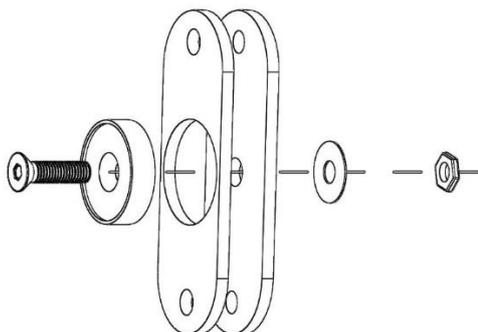

Fig. 3
3. Assembler les poignées magnétiques à l'aide des cales magnétiques (PM) comme sur la figure 3, à l'aide de 4 boulons M4 (ŚM4).